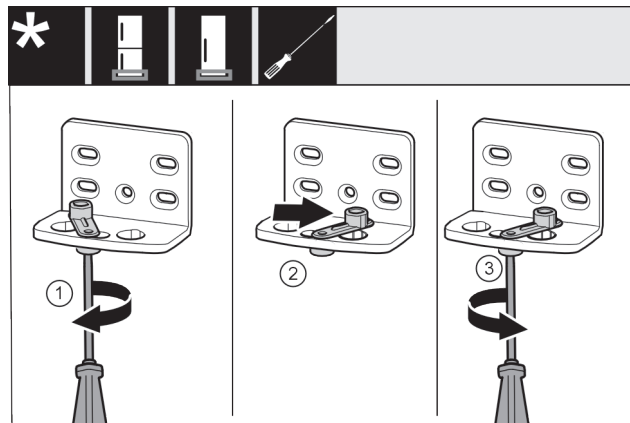

Fig. 19 *
- ▶ Отпустите винт Fig. 19 (1) отверткой.*
- ▶ Приподнимите фиксатор двери Fig. 19 (2) и, повернув на 90° вправо, вставьте в отверстие.*
- ▶ Затяните винт Fig. 19 (3) отверткой.*